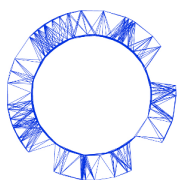

Figura 4. Appendi il filo al supporto e inizia le misure.
1. Tenendo la massettina sul piatto della bilancia, tendi il filo sistemando la vite fissata all'estremità sul supporto superiore situato nel piedistallo (Figura 4).